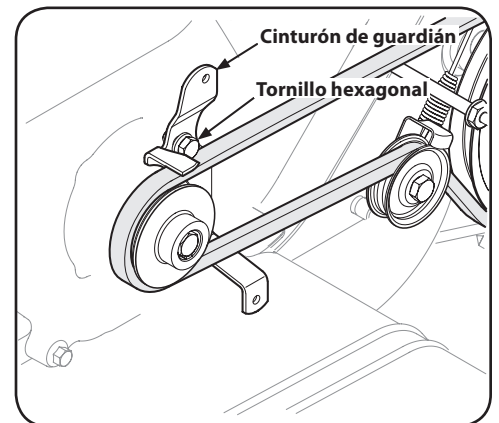

Figura 5-4
4. El uso de un ½ "llave, retire el tornillo hexagonal de fijación del cinturón de guardián en el motor. Vea la Figura 5-4.